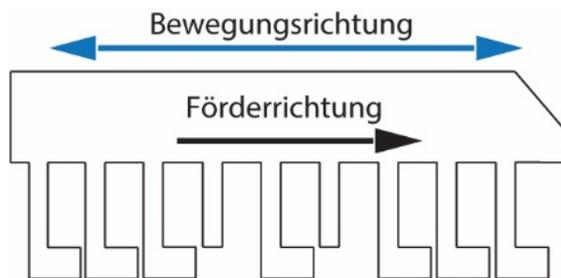

Abbildung 3: Förder- und Bewegungsrichtung des Kennungsträgers
- **Montagerichtung:** Der Kennungsträger muss wie in Abbildung 3 dargestellt, montiert werden. Die abgeschrägte Ecke des Rechens zeigt in Förderrichtung. Die Kennungsträger können sowohl vorwärts wie auch rückwärts durch die Lesestelle bewegt werden.